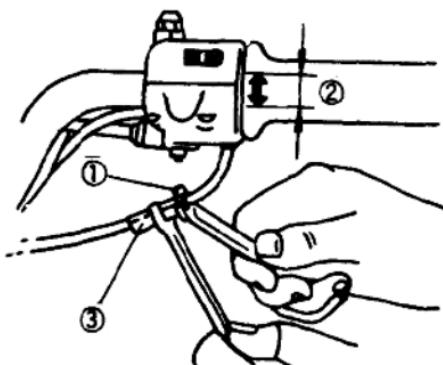

图 1-9 油门钢索自由间隙的调整
(3) 油门钢索自由间隙的调整。
如图 1-9 所示,油门钢索的自由间隙②通常为 $1\sim2$ mm。其调整的方法是:先将防松螺母①松开,转动调整器③,待自由间隙适合后,再将防松螺母拧紧。有